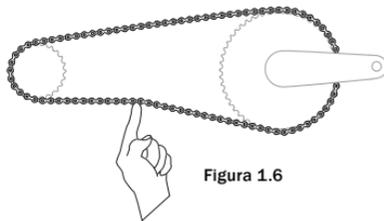

Figura 1.6
- Freno a contropedale: Il movimento della catena in senso verticale nel punto intermedio (Figura 1.6) deve essere compreso fra 6 e 12mm (0,25"-0,5").